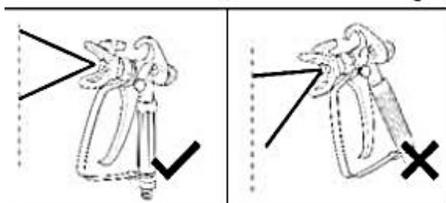

Fig. 9c
3. Держите распылитель (6) перпендикулярно поверхности, чтобы расстояние распыления было одинаковым (рис. 9c).